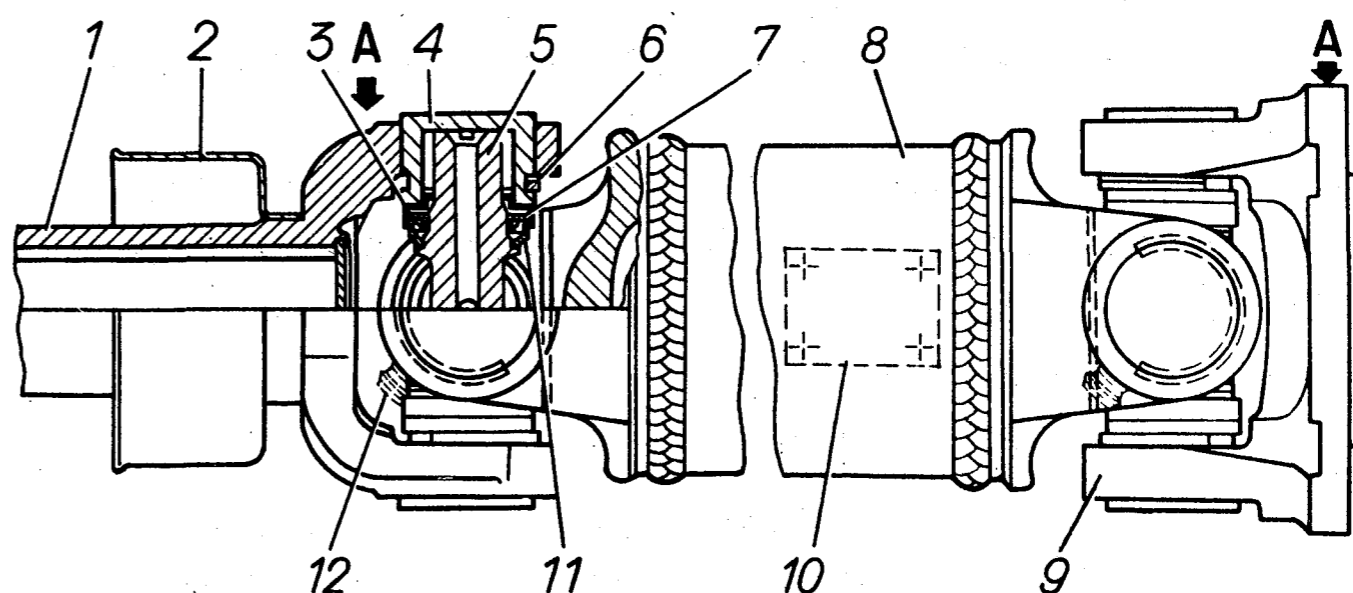
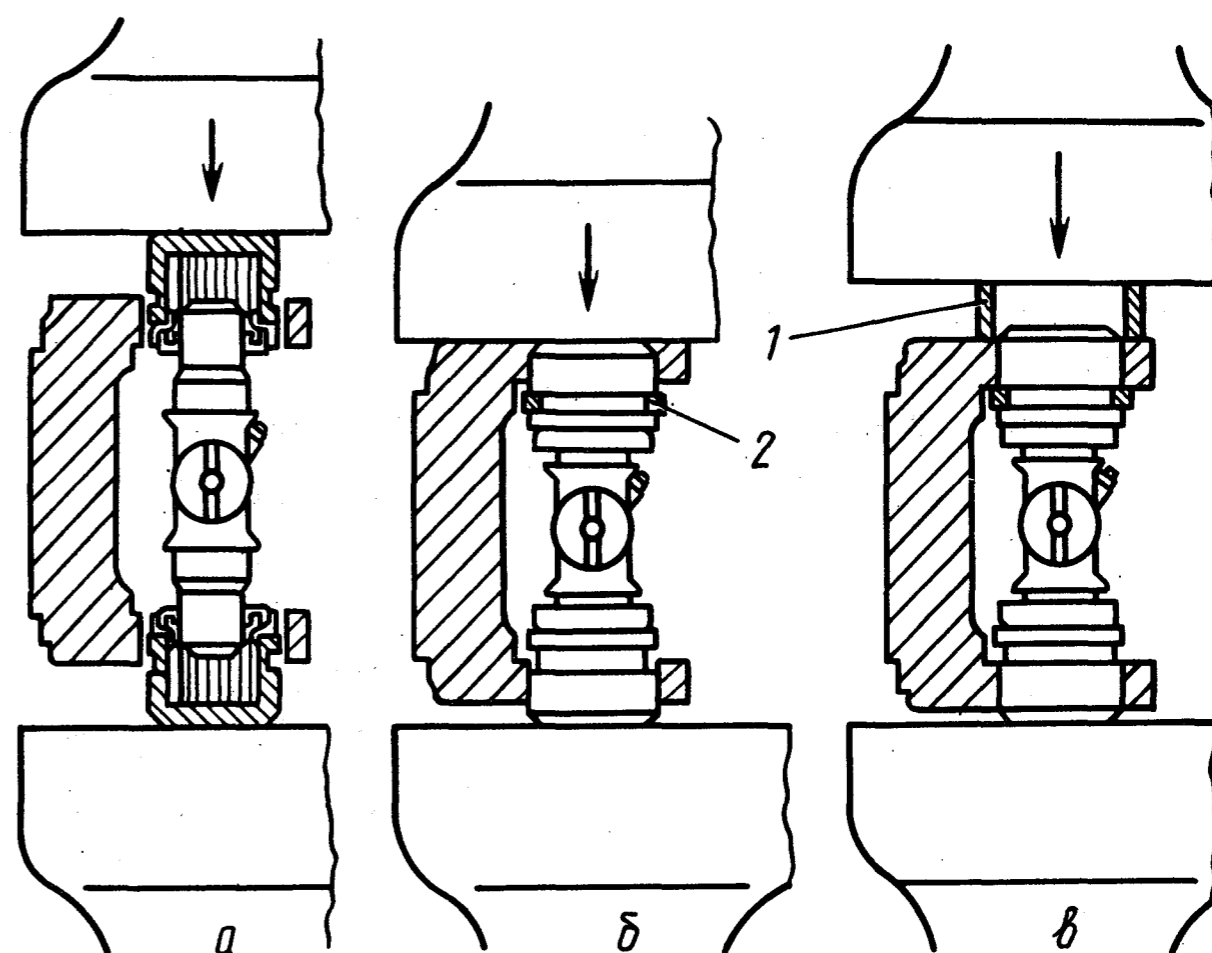

Рис. II4. Карданная передача:
Рис. II9. Последовательность сборки карданного шарнира:
Карданная передача (рис. II4) состоит из полого вала, имеющего два шарнира. Передний шарнир заканчивается скользящей вилкой, которая плечевым отверстием надевается на вторичный вал коробки передач, а наружной поверхностью входит в сальники и центрирующую втулку удлинителя коробки передач. Задний шарнир крепится к фланцу заднего моста четырьмя болтами.
Перед демонтажом вала необходимо сделать метки взаимного углового положения скользящей вилки и вала коробки передач. Метки удобно делать краской на отражателе скользящей вилки и удлинителе коробки передач. После отвертывания болтов крепления фланца карданного вала к фланцу заднего моста необходимо разъединить фланцы (без ударов по трубе). Допускаются легкие удары молотком в местах, указанных на рис. II4. А затем вал вынуть из коробки передач и поставить новую метку - на торце вторичного вала коробки передач. Вынув вал из коробки, следует сразу же защитить хвостовик скользящей вилки от загрязнения (например, обвязать чистой тканью), а отверстие в коробке передач закрыть заранее подготовленной чистой пробкой.
2. Ввести крестовину во фланец (в вилку) и, соблюдая положение масленки по рис. II4, вставить без перекоса в отверстие ушков подшипники, надевая их на шипы крестовины (рис. II9а). При запрессовке следить, чтобы крестовина свободно проворачивалась и перемещалась вдоль своей оси.
3. Сжать подшипники до упора, пока один из подшипников не запрессуется заподлицо с торцом ушка (рис. II9б).
5. Приставить кольцо I к торцу ушка фланца (вилки) со стороны запрессованного подшипника и сжать шарнир настолько, чтобы стопорное кольцо дошло до внутреннего торца ушка (рис. II9в).
7. Ввести фланец с крестовиной в проушину вилок, приваренной к трубе так, чтобы масленки стали в одной плоскости и были расположены согласно рис. II4.
ра и 0,7 даН·м (0,7 кгс·м) для переднего. Если шарниры тугие, то несколькими умеренными ударами молотка по местам, допускающим удары (см. рис. II4), добиться снижения усилия поворота.